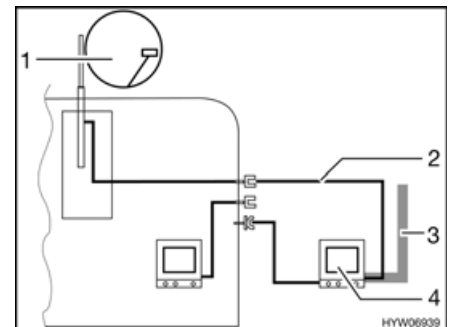

Bild 130 TV im Vorzelt
- TV im Vorzelt (Bild 130,4): Anschluss an Dachantenne (Bild 130,1) mit Verbindungskabel (Bild 130,2)
- TV im Vorzelt (Bild 130,4): Anschluss an externe Antenne (Bild 130,3)